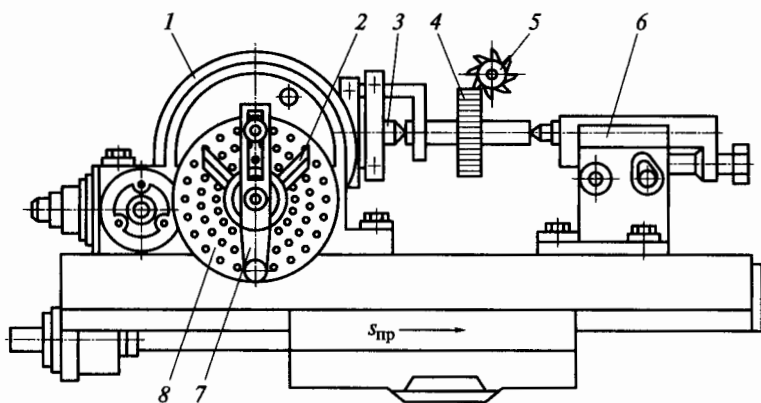

Рис. 5.15. Схема обработки с применением делительной головки
41. Опишите устройство делительной головки (рис. 5.15), указав назначение основных деталей: